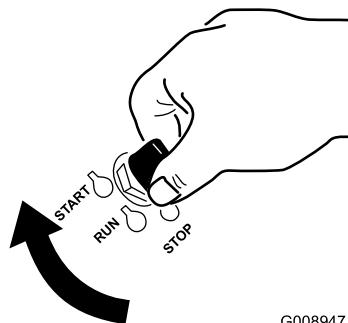

Figure 14
1. Tournez la clé de contact à la position de DÉMARRAGE (Figure 14).